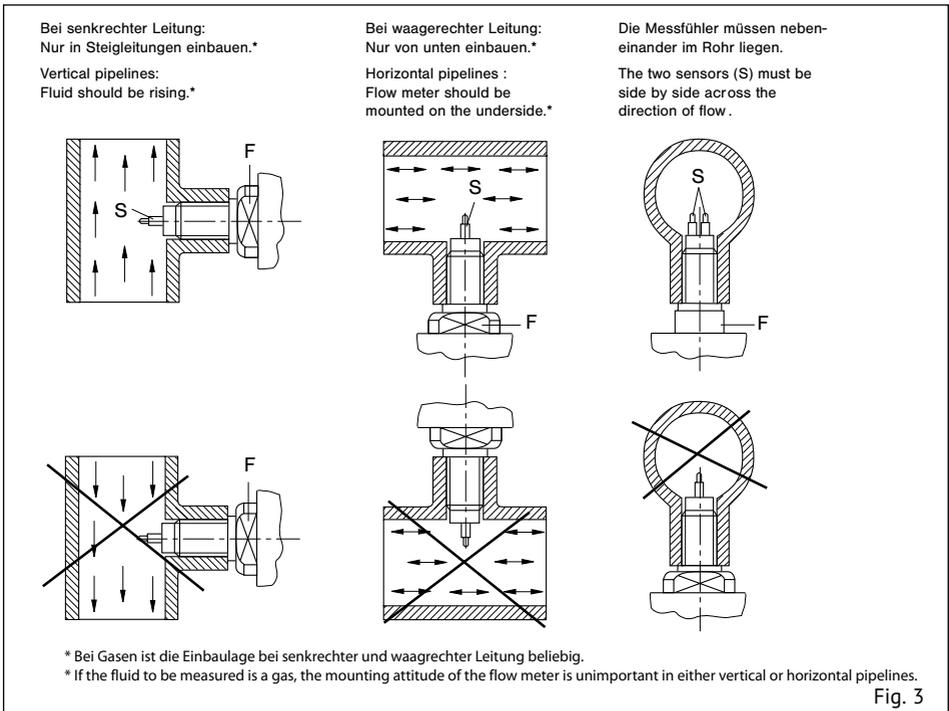
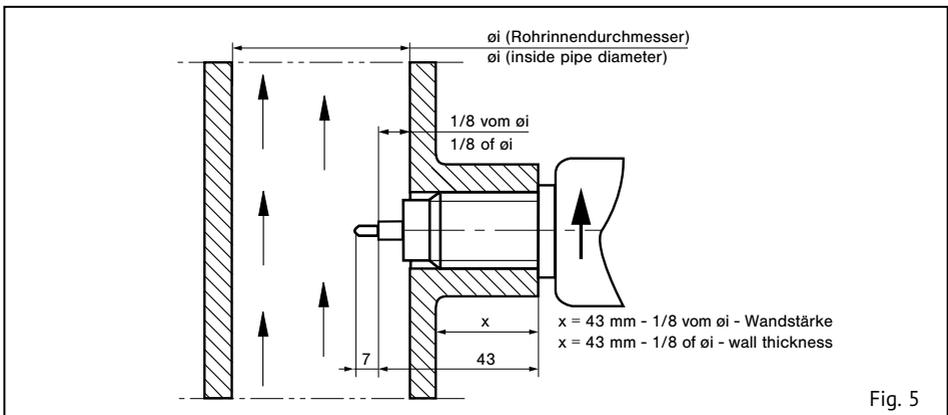
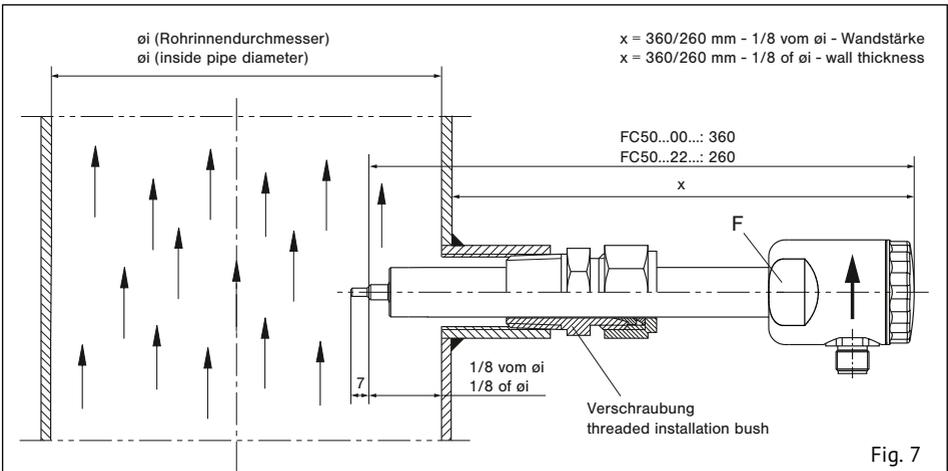

Fig. 3
Fig. 5
Fig. 7
- 2 Den Einbauort wie folgt wählen (siehe Fig. 3):
- 2 The flow meter should be installed in the pipe in accordance with the following conditions (see fig. 3):
Die beiden Messfühler (S) müssen im eingebauten Zustand nebeneinander im Strömungsmedium liegen. Dies ist der Fall, wenn die Schlüsselansatzflächen (F) parallel zur Rohrleitung stehen (siehe Fig. 3). Bis 56 mm Rohrinne Durchmesser sollte der Einschraubstutzen bündig mit der Rohrinne wand sein. Größer 56 mm Rohrinne Durchmesser sollte die Fühlermitte (schräger Absatz) auf  $1/8$  des Rohrinne Durchmessers eingeschraubt werden. Der Pfeil (Laserbeschriftung) an der Seite des Gehäuses muss in Strömungsrichtung zeigen (siehe Fig. 5).
The two sensors (S) of the flow meter must be aligned side by side directly across the direction of flow. The sensors are correctly positioned when the wrench flats (F) are aligned parallel with the pipe (see fig. 3). For inside pipe diameters up to 56 mm (2.2 in) the shaft end should be in line with the inner pipe wall. For inside pipe diameters above 56 mm (2.2 in) the shoulder of the two sensors (7 mm (0.28 in) from the tip) should be positioned at  $1/8$  of inside pipe diameter  $\varnothing i$ . The arrow (laser marking) at the side of the housing must show in direction of flow (see fig. 5).
Die beiden Messfühler (S) müssen im eingebauten Zustand nebeneinander im Strömungsmedium liegen. Dies ist der Fall, wenn die Schlüsselansatzflächen (F) parallel zur Rohrleitung stehen (siehe Fig. 3). Die Fühlermitte (schräger Absatz) sollte bei 1/8 des Rohrinneindurchmessers positioniert werden. Der Pfeil (Laserbeschriftung) an der Seite des Gehäuses muss in Strömungsrichtung zeigen (siehe Fig. 7).
The two sensors (S) on the flow meter must be aligned side by side directly across the direction of flow. The sensors are correctly positioned when the wrench flats (F) are aligned parallel with the pipe (see fig. 3). The shoulder of the two sensors (7 mm (0.28 in) from the tip) should be positioned at 1/8 of inside pipe diameter  $\varnothing i$ . The arrow (laser marking) at the side of the housing must show in direction of flow (see fig. 7).